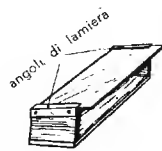

Fig. 276. Supporto per lo specchio.
Gli specchi (8) e (9) servono per aumentare la quantità di luce che arriva sull'immagine. Ognuno è fissato su un supporto mediante angolini di lamiera (fig. 276). L'esatta posizione dei supporti viene determinata con qualche esperimento, inserendo nel porta-immagine un cartoncino bianco e controllando (a coperchio alzato) in quale posizione gli specchi distribuiscono la luce nel modo più uniforme su di esso.